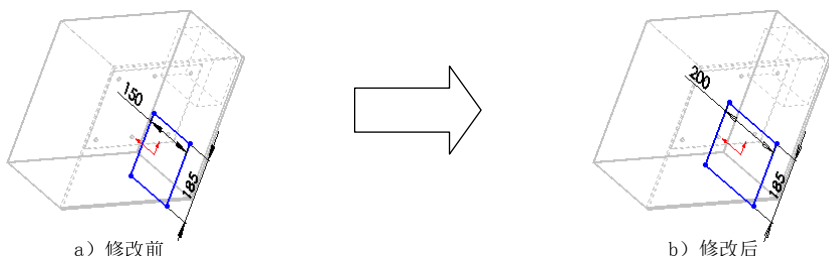

图 17.5.12 修改光驱的宽度尺寸
Step3. 双击要修改的宽度值尺寸 150, 输入新尺寸 200, 如图 17.5.12 所示。